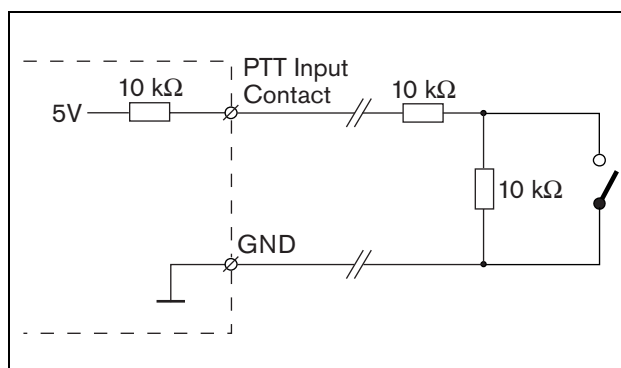

Abb. 18.8: Sprechaste (PTT)
- Sprechaste. Siehe Abb. 18.8 für ein Anschlussschaltbild. Die beiden Widerstände müssen in der Schaltung platziert werden, da die Kontakte immer von der Systemsoftware überwacht werden.